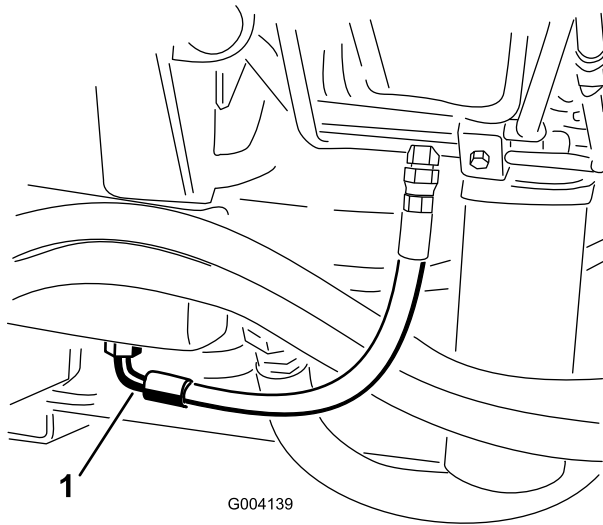

Figure 51
2. Placez un grand bac de vidange sous le raccord monté au bas du réservoir de liquide hydraulique (Figure 51).